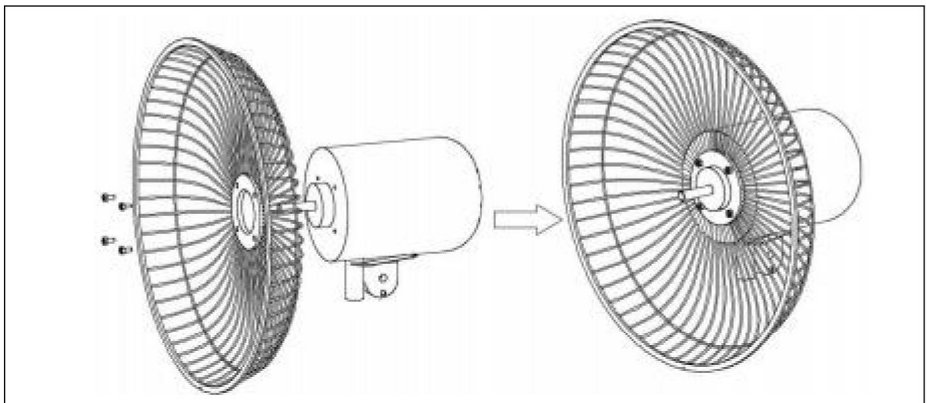

Fig.5.
- 1). Retire los tornillos de la rejilla del cabezal del motor. Luego, fije la parte trasera rejilla (13) en el cabezal del motor con el tornillo de la rejilla trasera (15) como se muestra en el diagrama (Fig.5.)